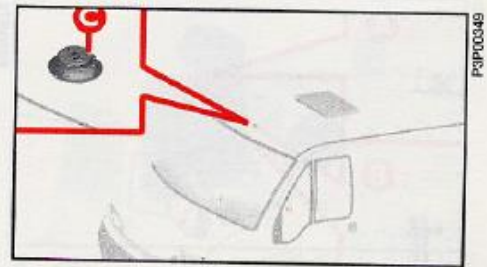

fig. 62
- 1) quite el tapón de plástico **C-fig. 62** situado en el techo del vehículo;